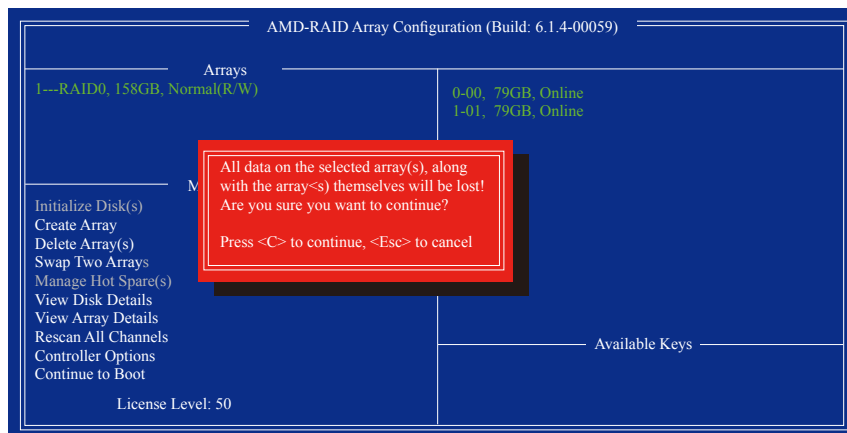

图14
3. 待确认信息出现后(图14)，若您确定要删除该磁盘，请按<C>确认或按<Esc>取消。